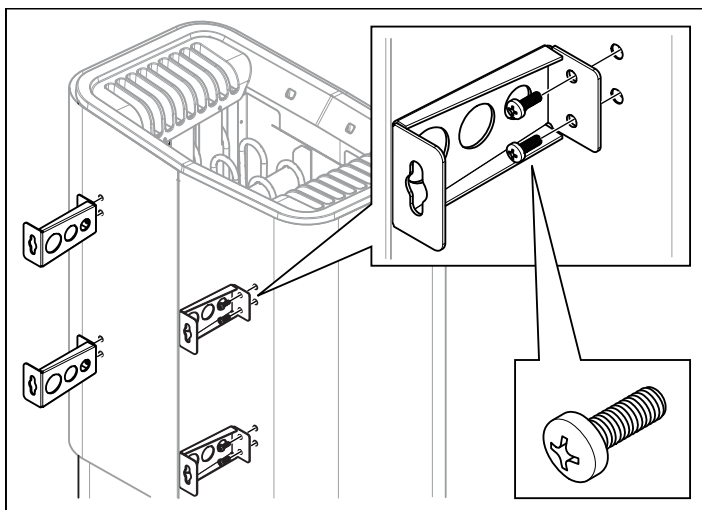

Fig 7: Monter les supports sur le poêle
5. Déposer les deux premières vis de la face arrière du poêle et visser un des quatre supports. Répéter l'opération jusqu'à ce que tous les supports soient en place voir Fig 7, page 15.